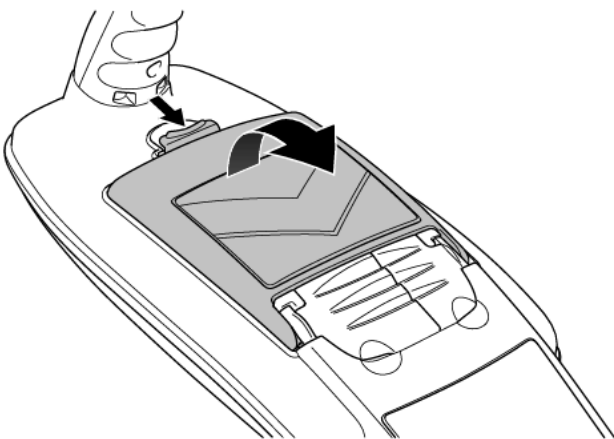

Figure 4.1 Ouverture du compartiment d'alimentation
- 1 Ouvrez le compartiment d'alimentation à l'aide du dispositif de déverrouillage (figure 4.1).